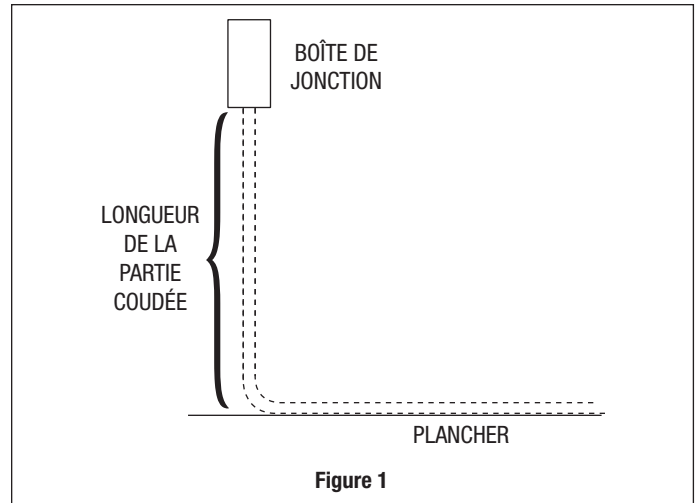

Figure 1
1. Mesurer la longueur de l'extrémité coudée requise. Consulter la Figure 1.